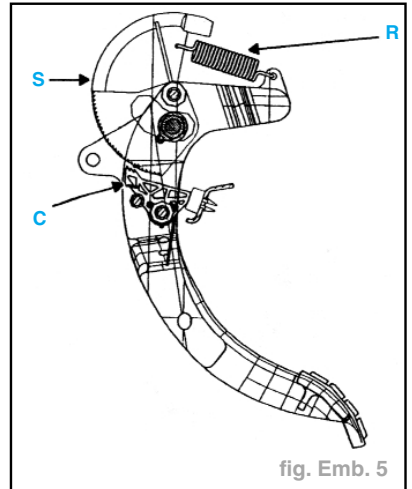

fig. Emb. 5
- le secteur crantée (C) pivote autour de son axe,
- le retour en position "repos" des cliquets (1) et (2) soit libre (fig. Emb. 5).
- Ces contrôles permettent de vérifier que la came crantée (C) et que le secteur cranté (S) soient libres en position "embrayé" (fig. Emb. 5).